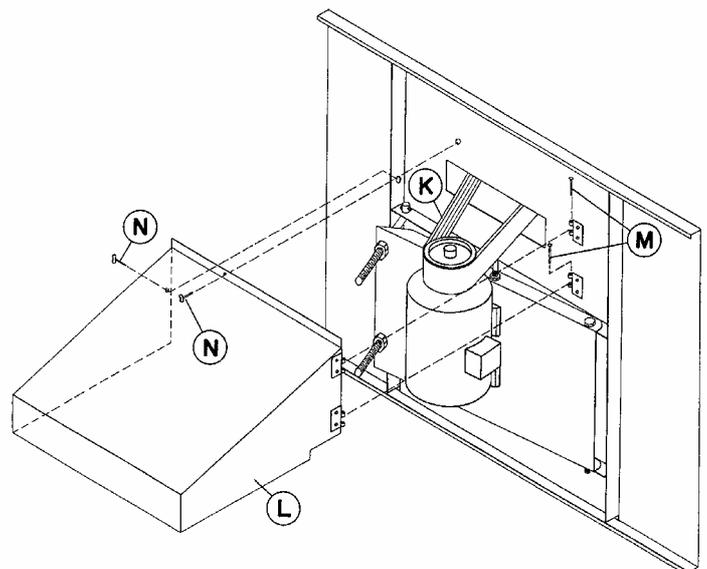

Figure 16 - Installation du Capot Moteur et de la Bande de Transmission
7. Installer la bande de transmission **K** (Figure 16) sur la poulie ventilateur et la poulie moteur. Tendre la bande de transmission en réglant les écrous des boulons "J". Mais ne pas la sur tendre. Le centre de la bande de transmission doit pouvoir s'infléchir approximativement de 19mm sous une pression modérée de la main.
10. Pour installer le capot de protection du moteur **L**, faire correspondre les deux parties des charnières et mettre les goupilles **M** (Voir Figure 16.)